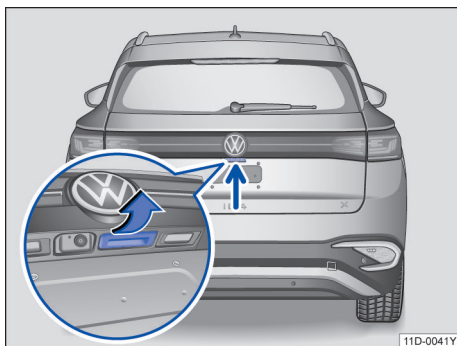

图 50 从车外打开行李厢盖
- 按压行李箱盖按钮并向上抬起→ 图 50。
- 或：按压按钮打开行李厢盖 → 图 50。